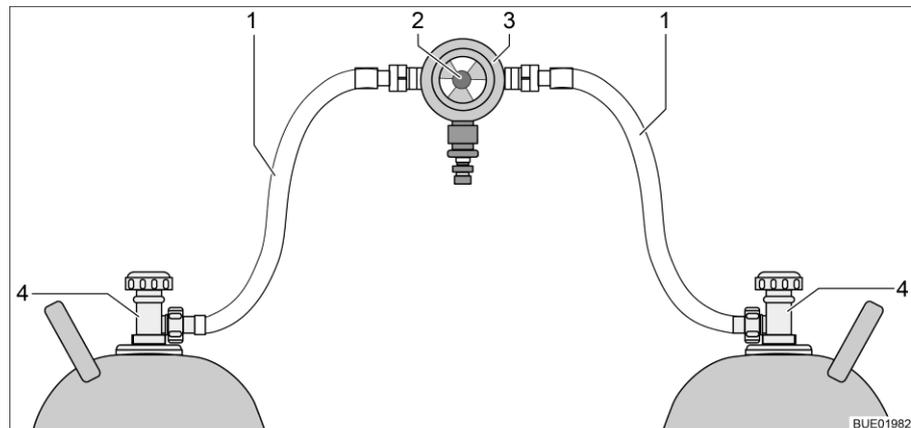
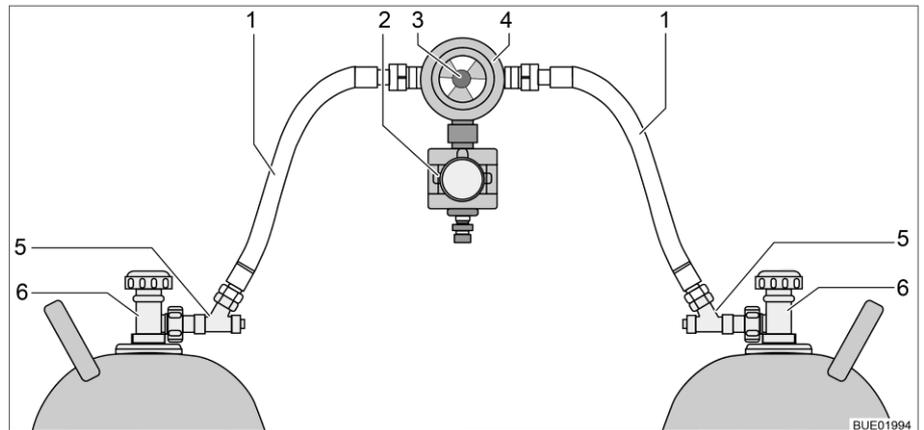

Bild 101 Gasflaschen-Umschaltanlage
Bild 102 Gasflaschen-Umschaltanlage mit CPU
Die Gasflaschen-Umschaltanlage besteht aus einem kombinierten Gasdruckregler mit Umschaltventil und Anzeige (Bild 101,3). Die Gasflaschen-Umschaltanlage ist zwischen den beiden Gasschläuchen (Bild 101,1) montiert.
Die Gasflaschen-Umschaltanlage besteht aus einem kombinierten Gasdruckregler mit Umschaltventil und Anzeige (Bild 102,4) und einem Elektroventil (Bild 102,2). Das Elektroventil sperrt bei Vollbremsung, Unfall oder ungewöhnlich großer Schräglage die Gaszufuhr zum Fahrzeug. Die Gasflaschen-Umschaltanlage ist zwischen den beiden Gasschläuchen (Bild 102,1) mit Schlauchbruchsicherungen (Bild 102,5) montiert.
Mit dem Drehknopf (Bild 101,2 bzw. Bild 102,3) an der Gasflaschen-Umschaltanlage lässt sich bestimmen, welche der Gasflaschen als Betriebsflasche und welche Gasflasche als Reserveflasche verwendet wird.
An der Bedieneinheit (Bild 103) können nur die elektrischen Funktionen geschaltet werden. Die Haupt-Absperrventile der Gasflaschen (Bild 101,4 bzw. Bild 102,6) müssen von Hand geöffnet oder geschlossen werden.
- Haupt-Absperrventile an den Gasflaschen (Bild 101,4 bzw. Bild 102,6) öffnen.
- Schlauchbruchsicherungen (Bild 102,5) nacheinander 10 Sekunden lang drücken.
- Mit dem Drehknopf (Bild 101,2 bzw. Bild 102,3) an der Umschaltanlage die Gasflasche wählen, der vorrangig das Gas entnommen werden soll (Betriebsflasche).
- Haupt-Absperrventile an den Gasflaschen (Bild 101,4 bzw. Bild 102,6) schließen.